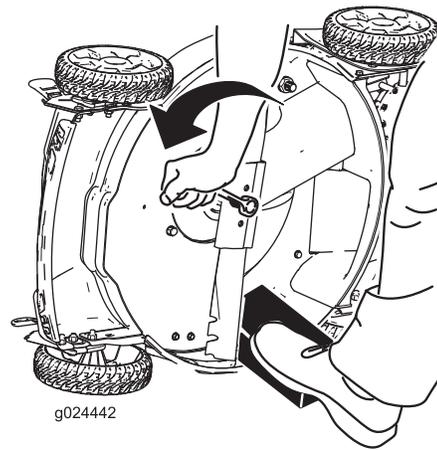

Figura 24
3. Utilice un bloque de madera para inmovilizar la cuchilla (Figura 24).
4. Retire la cuchilla girando el perno de la cuchilla en sentido antihorario, conservando todas las fijaciones de montaje para la instalación de la cuchilla nueva (Figura 24).